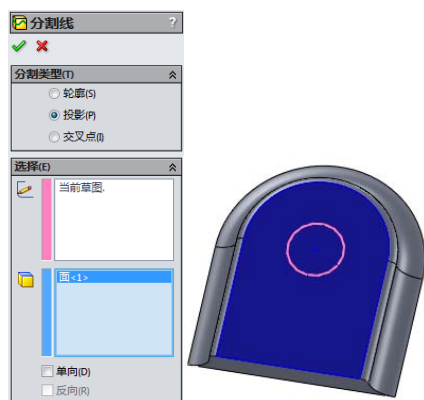

图 10-134 进行分割线操作
⑩生成“分割线”特征。单击“特征”工具栏中的“分割线”按钮，或执行“插入”→“曲线”→“分割线”菜单命令，弹出“分割线”属性管理器，在分割类型中选择“投影”选项，在“要投影的草图中”栏中选择“圆”草图，在“要分割的面”栏中选择实体的上表面，如图10-134所示，单击“确定”按钮，完成分割线操作。